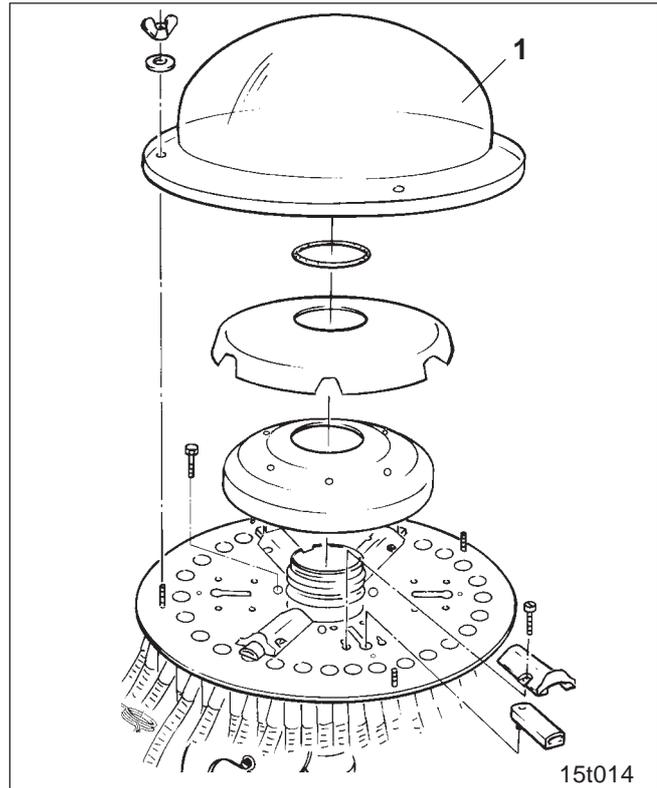

Fig. 50.9
- Verteileraußenhaube (Fig. 50.9/1) entfernen.